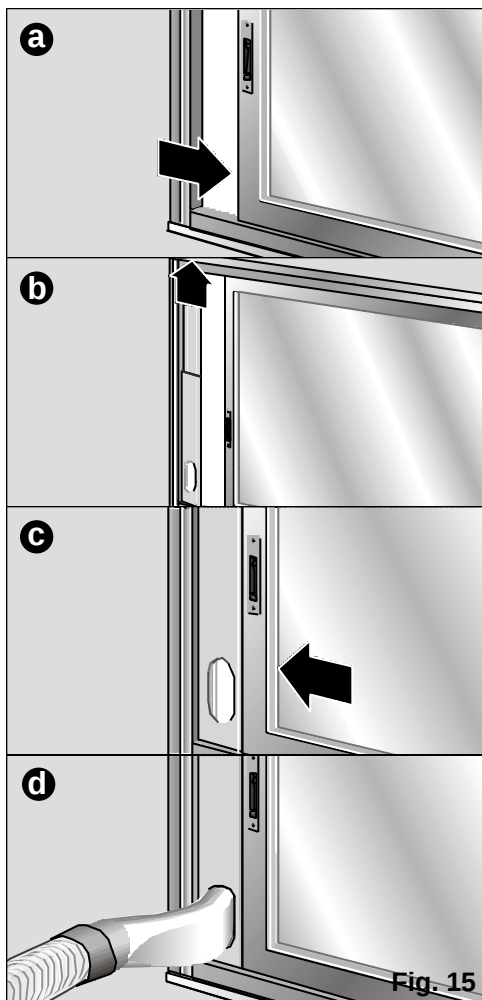

Fig. 15
- Também se pode utilizar o acessório de instalação corredeira janela / terraço (ver "Descrição dos acessórios"). **Fig. 15: a, b, c, d.** Este acessório serve tanto para janelas horizontais como para verticais / terraços.